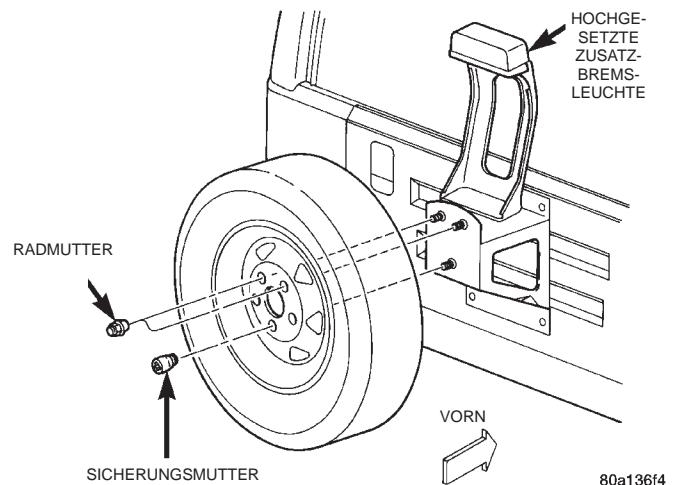

Abb. 78 Ersatzrad
- (1) Ersatzrad von der Halterung abbauen (Abb. 78).